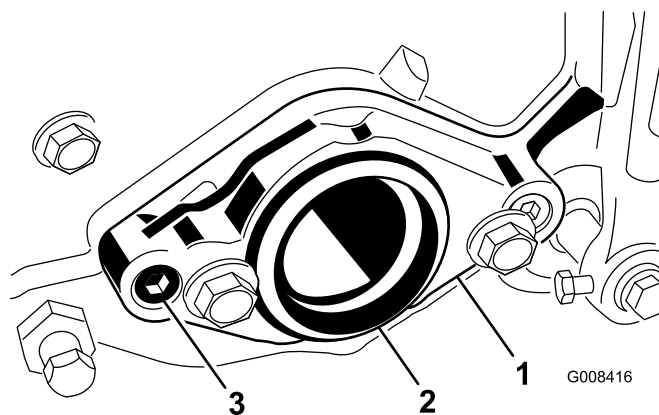

図 14
- B. カッピングユニット右側のベアリング・ハウジングについているプラスチック製のプラグを外す（図 14）。
- C. カッピングユニットの左側でモータ取り付け部を固定している六角ネジ（2本）を取る。モータ・マウント取り付け部を取り外す（図 14）。